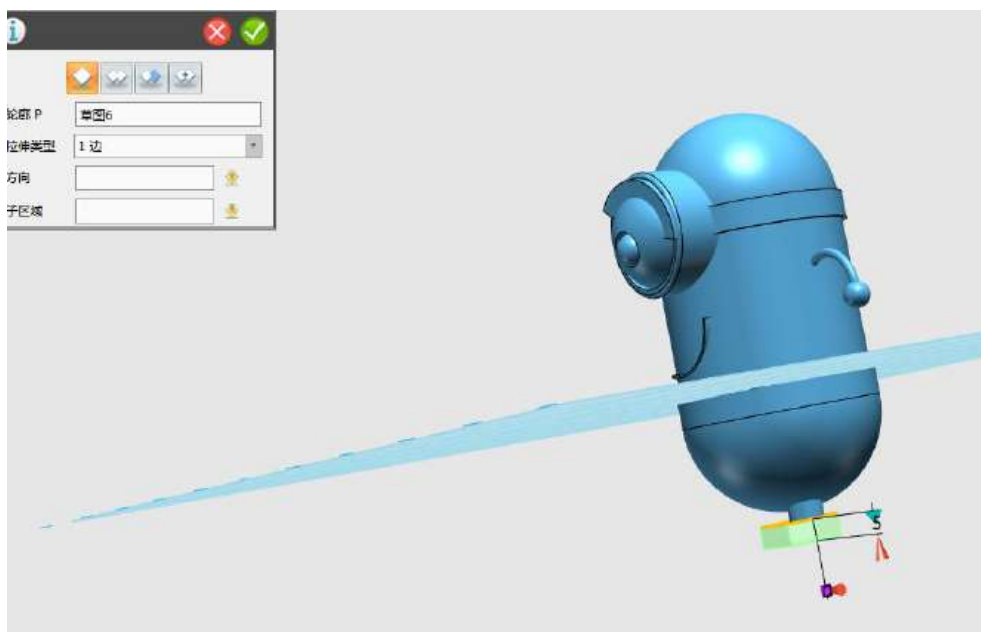

图 1-37
Step 37 点击右视图，选择拉伸命令，对四边形进行拉伸操作，拉伸值为 5，如下图 1-37 所示：